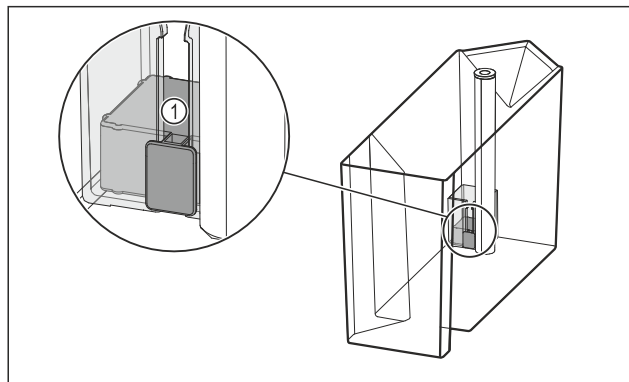

Fig. 98
- ▶ Skontrolujte, či je vzpriechený plavák Fig. 98 (1).